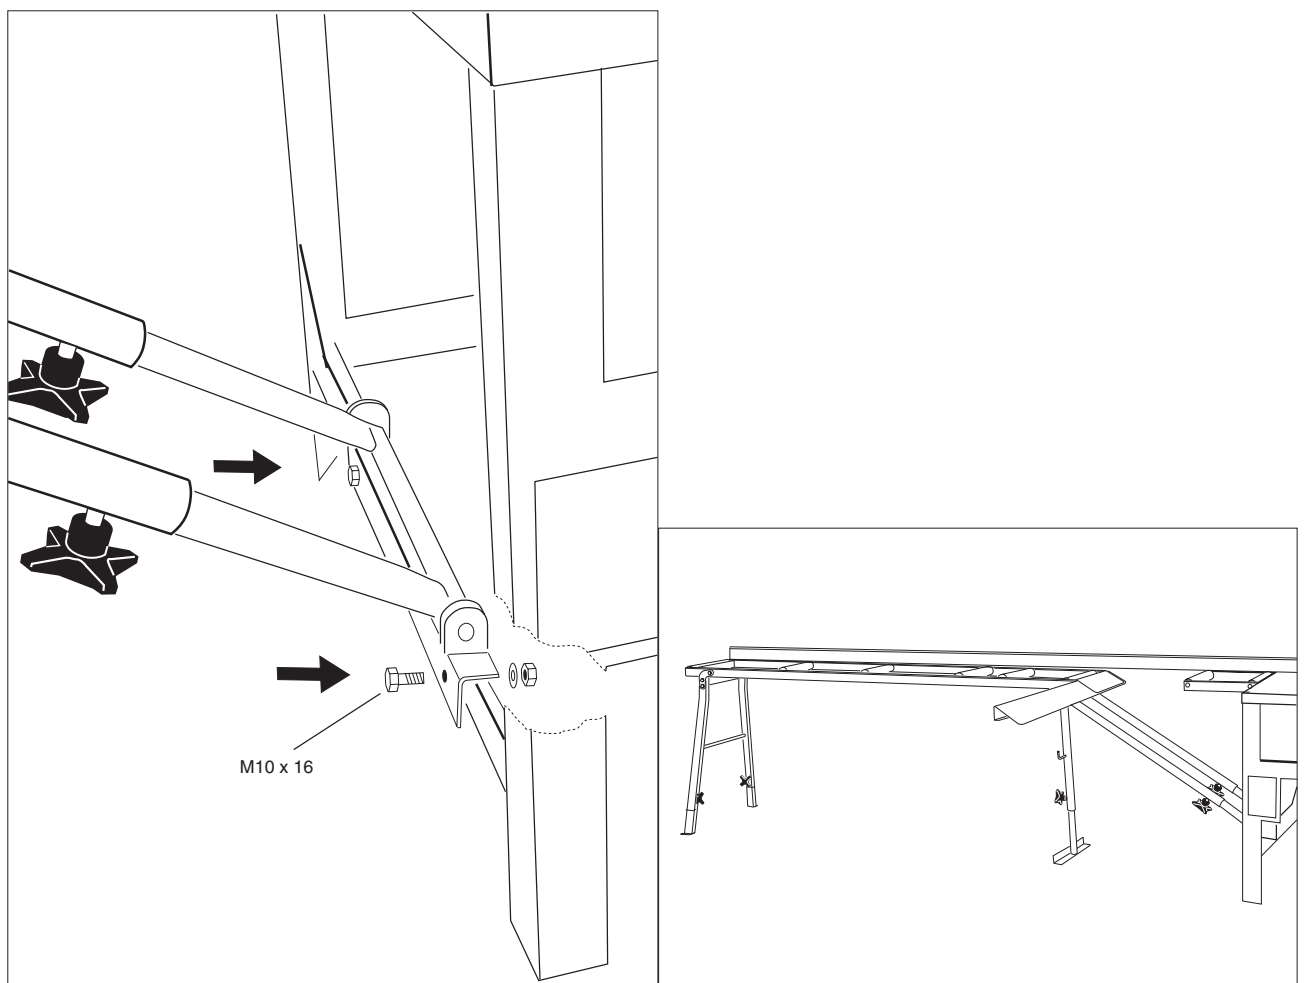

Fig. 6
- Fest rullebordet til sagen som vist på fig. 6. Monter samtidig platestøtten som vist nedenfor.